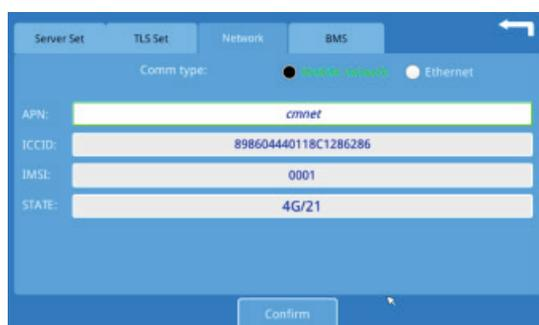

Рисунок 9.3.2.7
(3) BMS: можно проверить напряжение и ток счетчика, напряжение и ток модели, количество электроэнергии счетчика, MAC-код EVCC транспортного средства. См. рисунок 9.3.2.8.